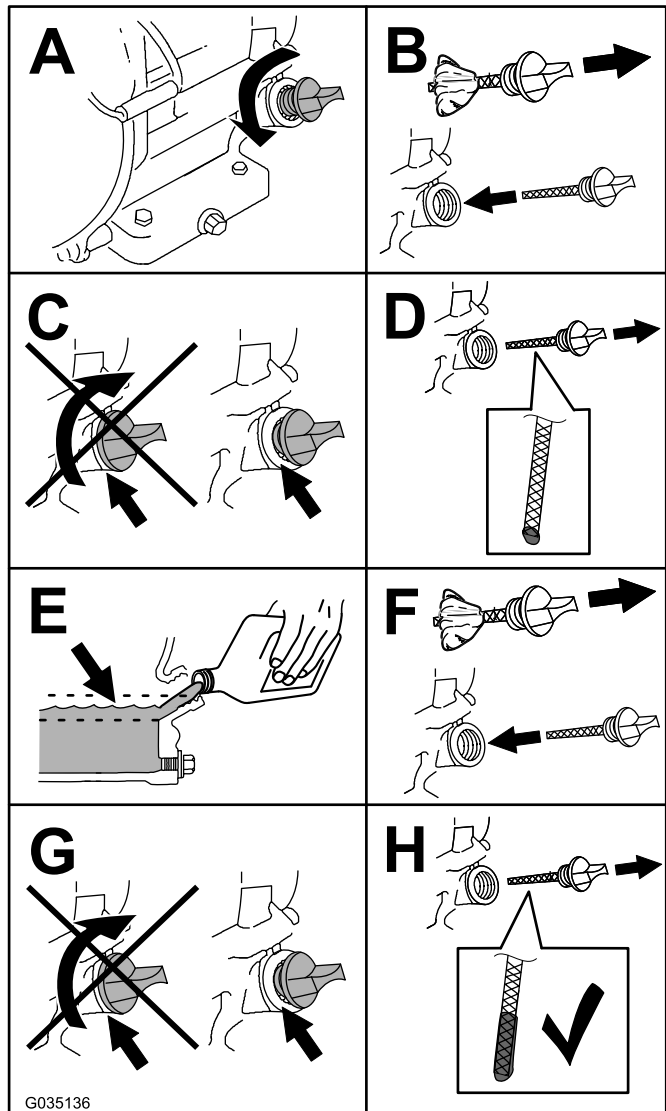

Figura 24
5. Contrôlez le niveau d'huile comme montré à la Figura 24.